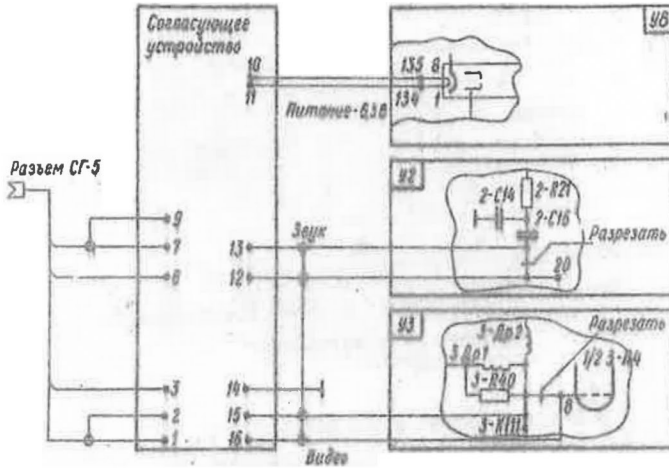

Рис. 4. Схема соединения соответствующего устройства с телевизором типа УЛПТ-61-П-21И
5. Соединить устройство в соответствии со схемой, представленной на рис. 4 .